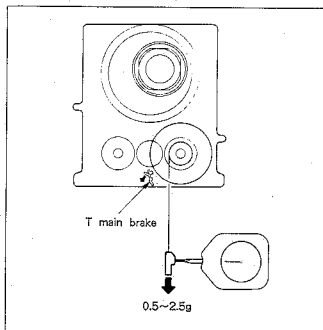

Fig. 7-63.
2. REW brake torque (See Fig. 7-63.)